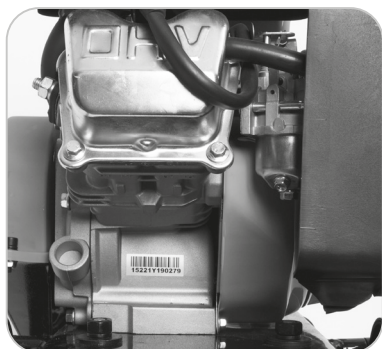

Fig. 14
- Rimuovere il tappo di scarico dell'olio in maniera tale che l'olio possa spurgare completamente dal motore. (Fig. 14)